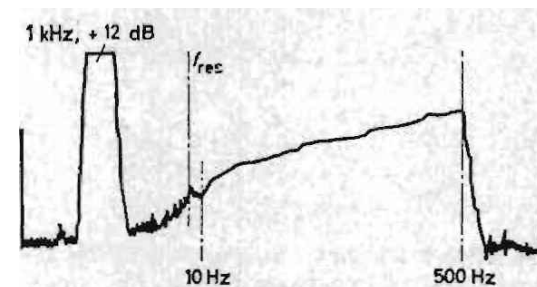

Fig 9. Tonarmsresonansen hos 1019 ($f_{re} < 10$ Hz) (efter H.-J. Haase).
- Tonarmens geometriska dimensioner visade sig vara utan anmärkning, och tonarmen var dessutom alltigenom fri från torsionsresonans. Detta undersöktes genom registrering av ett långsamt frekvenssvav från 500 Hz och nedåt till 20 Hz. Mätningen skedde med en Shure M75MG samt 1,5 p anliggningskraft. (Se även *fig 9*!)